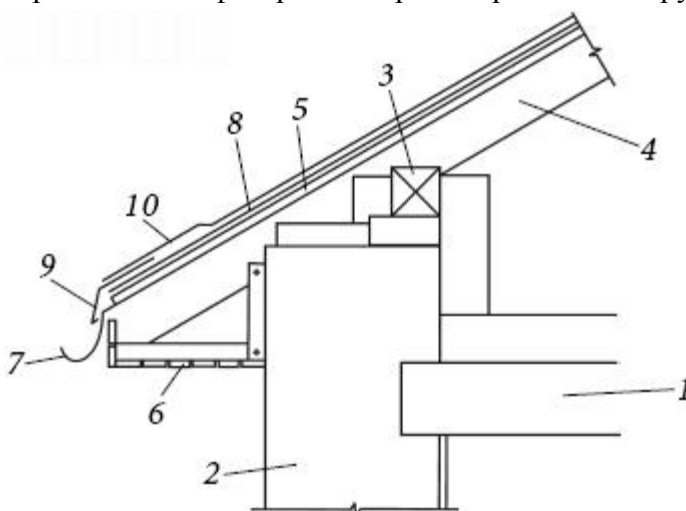

Рис. 48. Кровля с битумной
61. 1. Конструкция под битумную черепицу представляет собой стропильную систему (произвольного сечения, способного выдержать вес черепицы) со сплошной обрешеткой из фанеры или ориентированных стружечных плит (рис. 48).